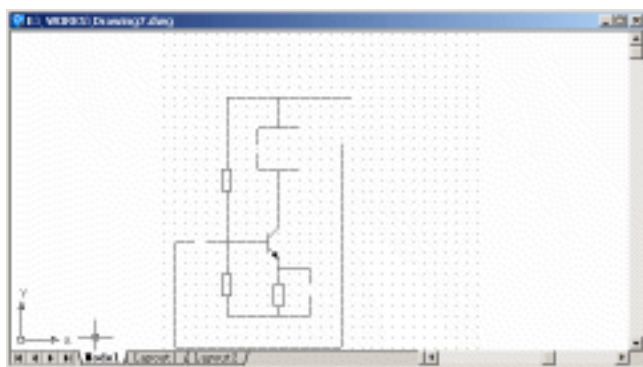

图 7.7 绘制电阻
(5) 用 RECTANG 命令绘制电阻，效果如图 7.7 所示。